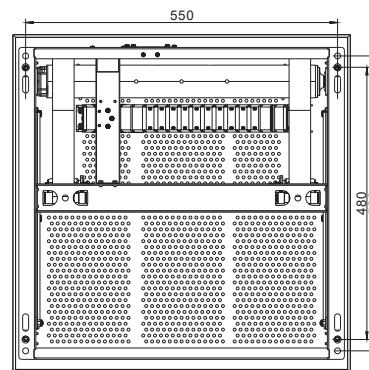
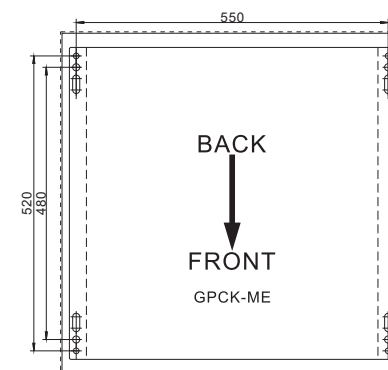

图5 安装孔距离
图6 天花打孔定位卡纸
3. 升降架的安装孔距离见图5，将附件的天花打孔定位卡纸(图6)贴到混凝土天花板上，按照定位卡纸上面的孔位在天花板打孔，安装四颗M8x80膨胀螺丝(非附件)，把膨胀螺丝固定好(拧紧膨胀螺丝本身所配的螺母)，并确认已经安装牢固；